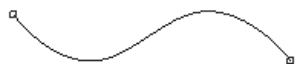

图 3.2.17 开放的
- ◆ 选取  Open End 选项，则此时的样条如图 3.2.17 所示。